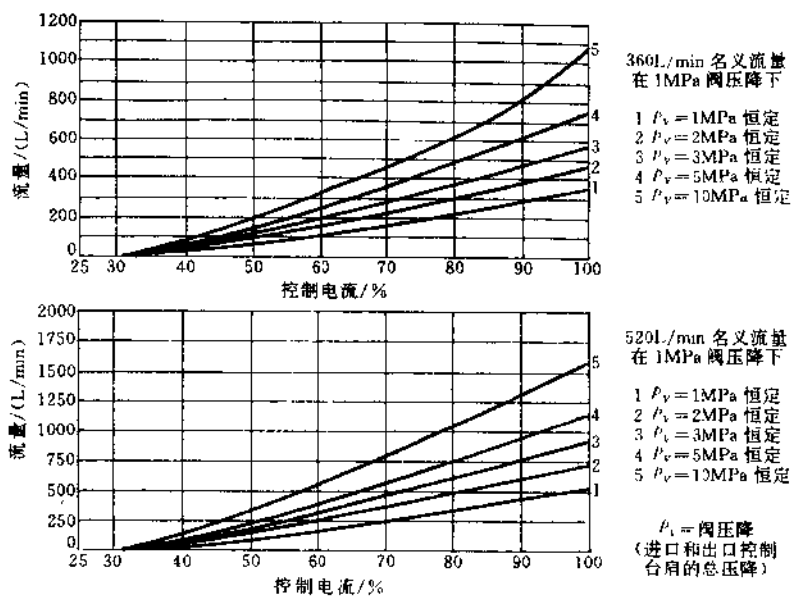

图 21.7-34 4WR 型(32 通径)先导式比例换向阀输入电流和名义流量曲线
• 4WR 型(32 通径)先导式比例换向阀输入电流和名义流量曲线(见图 21.7-34)